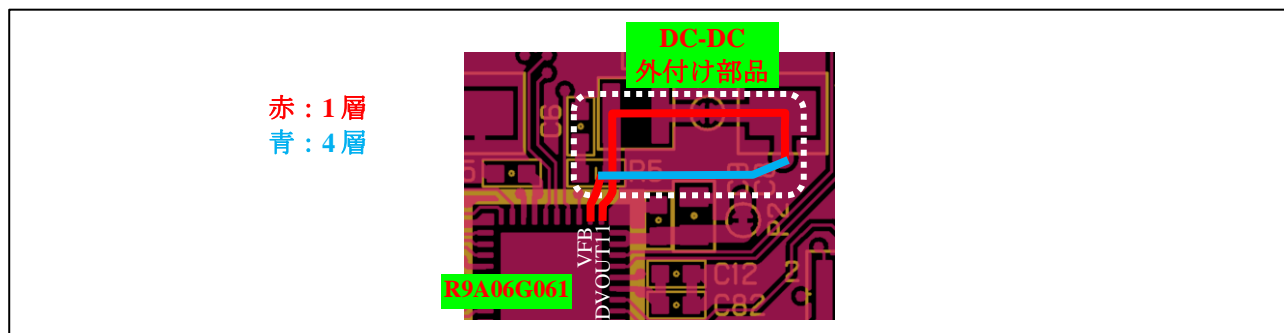

Figure 2-8 DC-DC コンバータ外付け部品の配置例
- R9A06G061 のデカップリング容量及び R9A06G061 内蔵 DC-DC 外付け部品は、R9A06G061 の端子の近傍に配置し、DVOUT11→VFB の配線は、他の信号との交差は避けて、極力最短で配線して下さい。Figure 2-8 に DC-DC コンバータ外付け部品の配置例を示します。